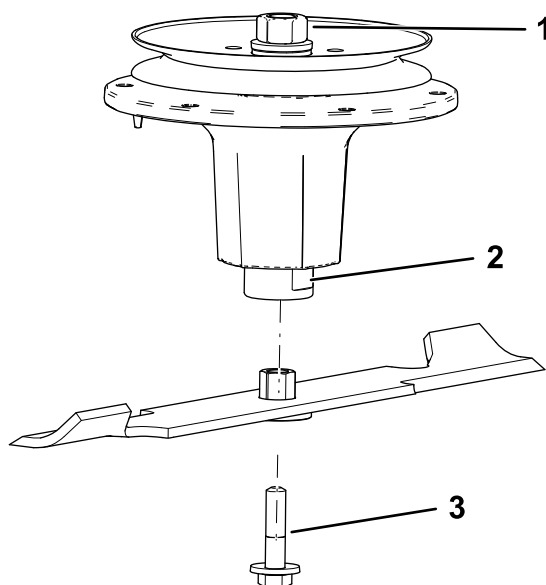

Figura 86
2. Instale el conjunto de casquillo/cuchilla en el eje (**Figura 86**).